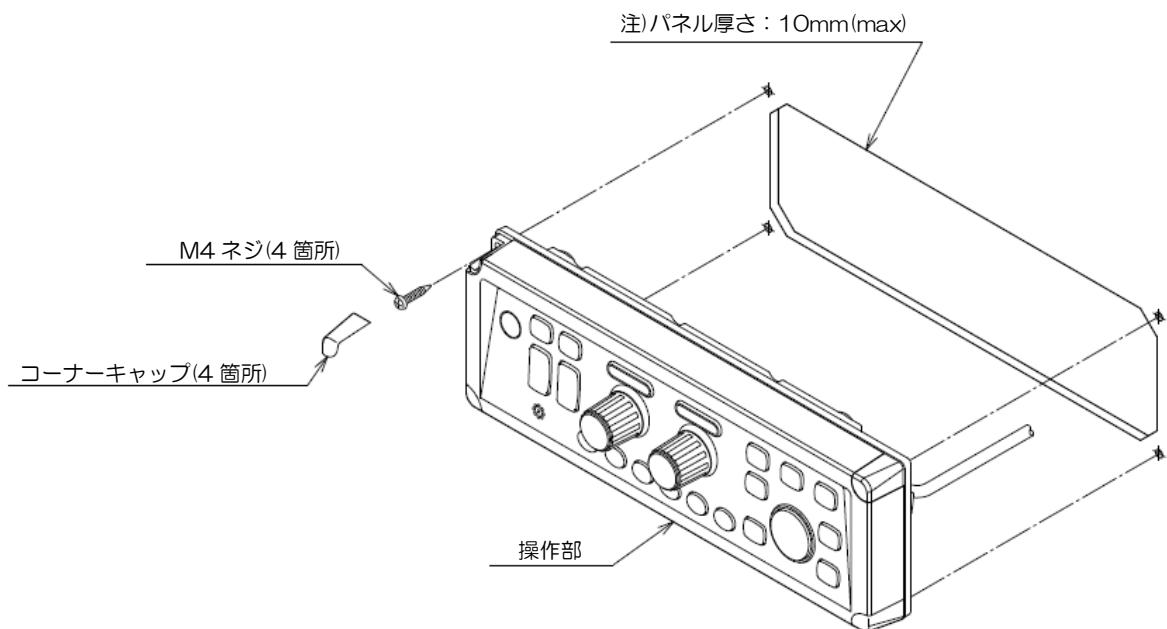
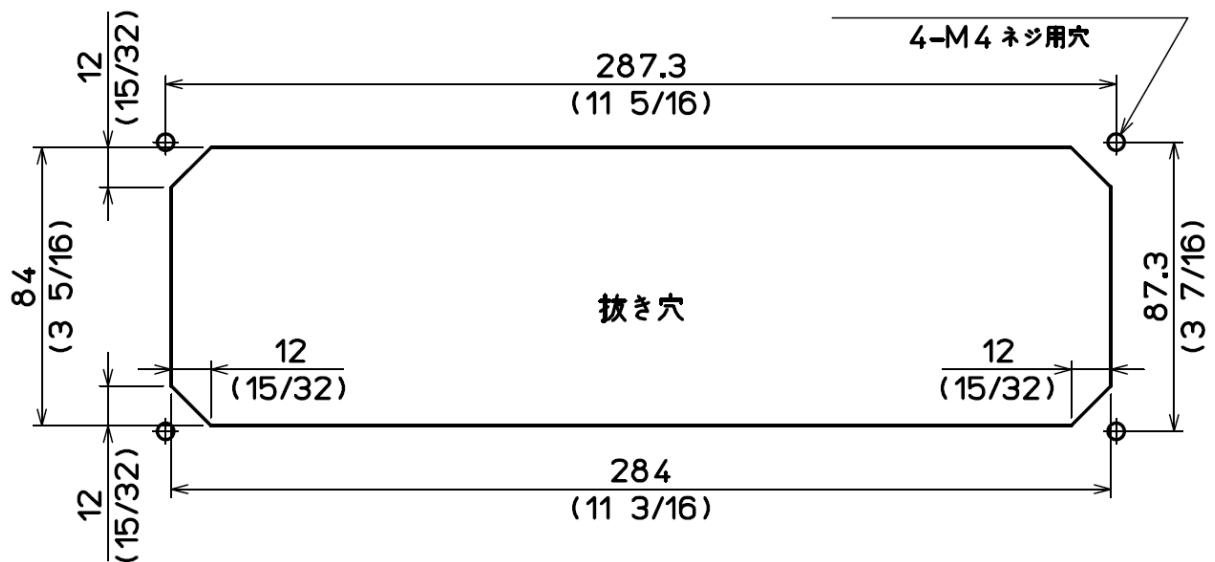

図1.9 操作部のフラッシュマウント取付図
図1.10 操作部のフラッシュマウント取付穴加工図
- (1) 設置場所に角穴をあけます。(図1.10参照)
- (2) 操作部枠の四隅にあるプラスチック製のコーナーキャップを外します。(上に引き抜くと簡単に外れます)
- (3) 操作部と角穴が合うか、ハメ合わせを確認します。不具合があれば角穴を修正します。
- (4) 操作部と接続ケーブルを開口穴に入れ、操作部を取り付け面と平衡になるようにします。(図1.9)
- (5) 操作部を設置する場所(角穴)にはめ込み、4mmのタッピングネジ(またはM4なべ小ネジ)4本で固定します。(4mmネジは取り付け部の厚さに応じたネジを手配してください。)
- (6) (2)項で外したコーナーキャップを差し込みます。